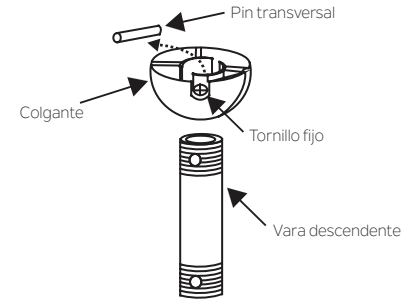

Fig. 7
**Paso 5.** Separe la vara descendente de ensamblaje del colgante aflojando el tornillo fijo, quitando el pin transversal y desatornillando totalmente el colgante de la vara descendente. (Fig.7)